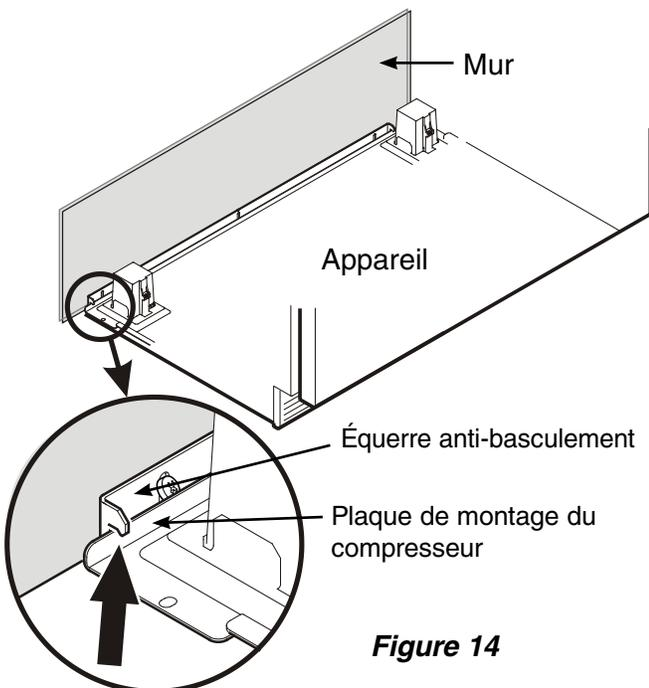

Figure 14
4. Pousser lentement l'appareil vers le mur arrière jusqu'à ce que la plaque de montage du compresseur soit en contact avec l'équerre antibasculement (**Figure 14**).
Afin d'éviter que l'appareil ne bascule vers l'avant, la plaque de montage du compresseur doit être en contact avec l'équerre antibasculement (**Figure 14**).